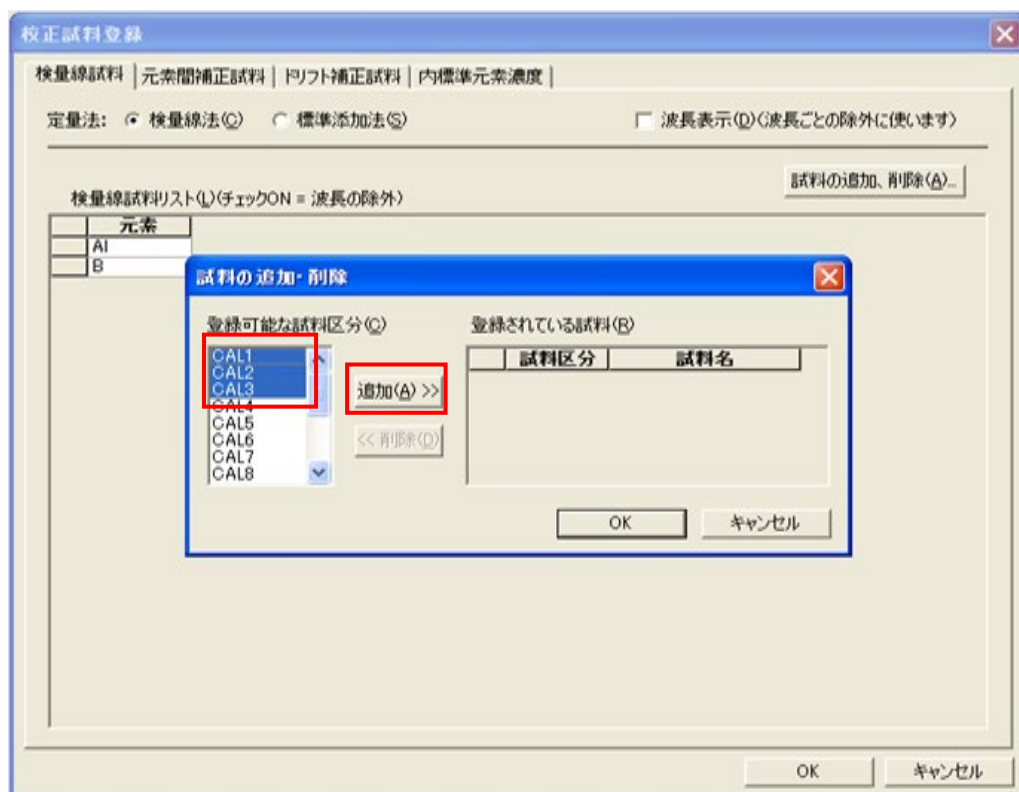

図 24
- ③ 「登録可能な試料区分」から、試料を選択し「追加」ボタンをクリックします。 図 24